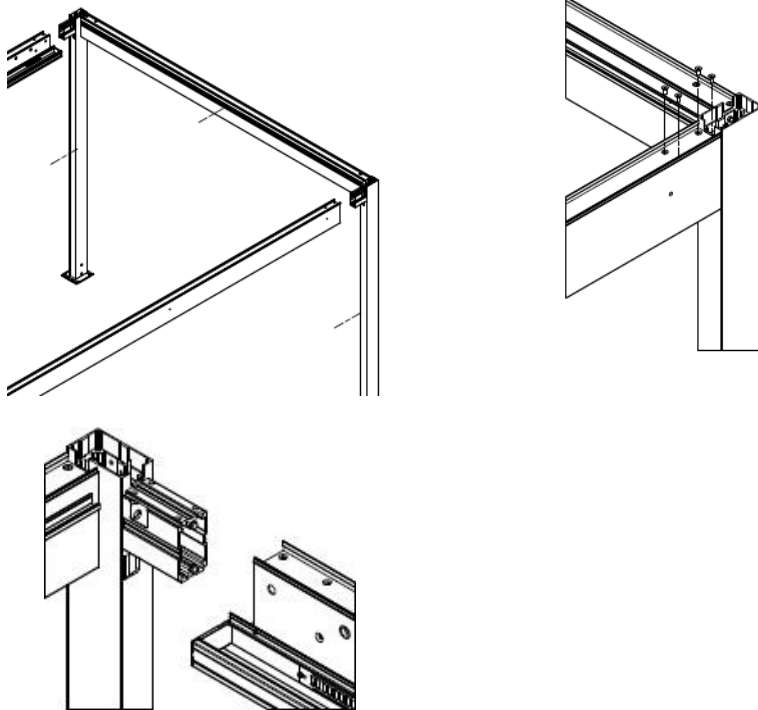

Abbildung 17
6. Die in die Querrahmenknochen eingeschobenen Enden der Längsträger von der Oberseite der Trägerkammer aus mit M8 x 20-Kegelschrauben mit Innensechskant verschrauben. Siehe Abb. 17.
Hinweis: Die Pfosten mit Ablauf haben unter dem Knochen eine quadratische Öffnung (Abb. 17 unten). Beim Einschieben der Längsträger enden ragen rechteckige Ablaufprofile aus den Trägern heraus. Beim Einsetzen müssen diese vorsichtig in das Profil des Pfostens eingeführt werden.